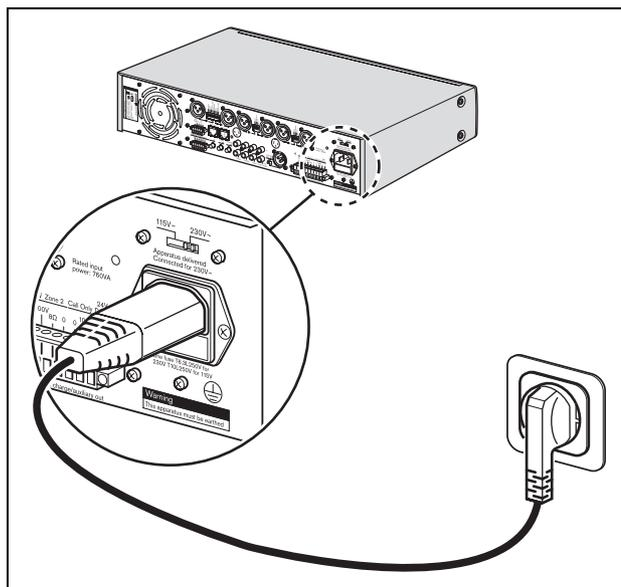

figura 3.2: Collegamento all'alimentazione e selettore di tensione
- 1 Verificare che il selettore di tensione (115V/ 230V) sia correttamente impostato per la tensione dell'alimentazione erogata nel paese di utilizzo del dispositivo (vedere la figura 3.2).